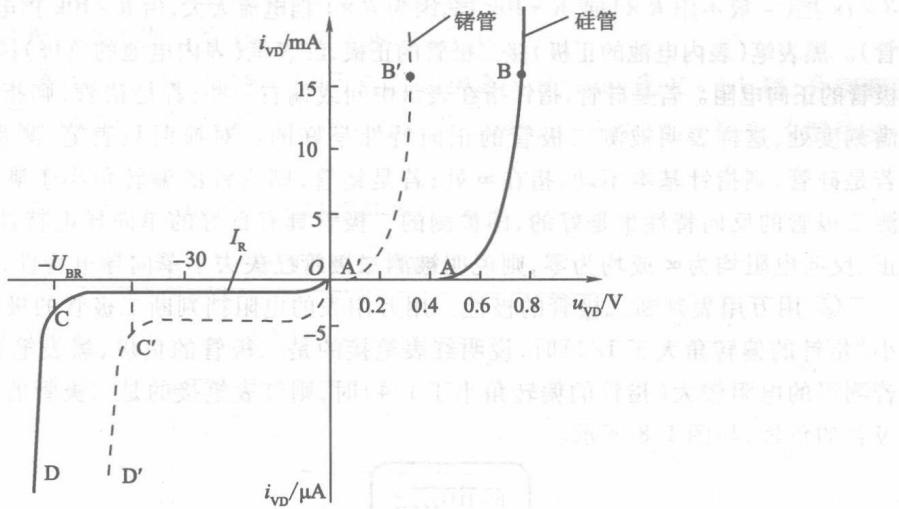

图 1.7 二极管的伏安特性曲线
二极管的管芯是一块 PN 结, 它的特性就是 PN 结的单向导电特性。为了形象地描述二极管的单向导电特性, 常用伏安特性曲线来表示。二极管的伏安特性是指通过二极管的电流与其两端电压之间的关系。由晶体管特性图示仪测出二极管的伏安特性曲线如图 1.7 所示。下面对二极管的伏安特性曲线加以说明。
(1) 正向特性。二极管两端加正向电压很小时, 正向电压的外电场还不足以克服内电场对扩散运动的阻力, 正向电流很小, 几乎为零, 这部分区域称为“死区”, 相应的 A(A') 点的电压称为死区电压或阈值电压, 硅管的死区电压约为 0.5 V, 锗管的死区电压约为 0.1 V, 如图 1.7 中的 OA(OA') 段。
当外加的正向电压超过死区电压时, 正向电流就会急剧增大, 二极管呈现很小电阻而处于导通状态。导通后二极管两端的电压变化很小, 基本上是个常数。通常硅管的正向压降为 0.6~0.7 V, 锗管的正向压降约为 0.2~0.3 V, 如图 1.7 中的 AB(A'B') 段。
(2) 反向特性。二极管两端加上反向电压时, 在开始很大范围内, 二极管相当于非常大的电阻, 反向电流很小, 且基本上不随反向电压的变化而变化。此时的电流称为反向饱和电流 I_R , 如图 1.7 中的 OC(OC') 段。
二极管的反向电压增加到一定数值时, 反向电流急剧增大, 这种现象称为反向击穿。此时对应的电压称为反向击穿电压, 用 U_{BR} 表示, 如图 1.7 中的 CD(C'D') 段。